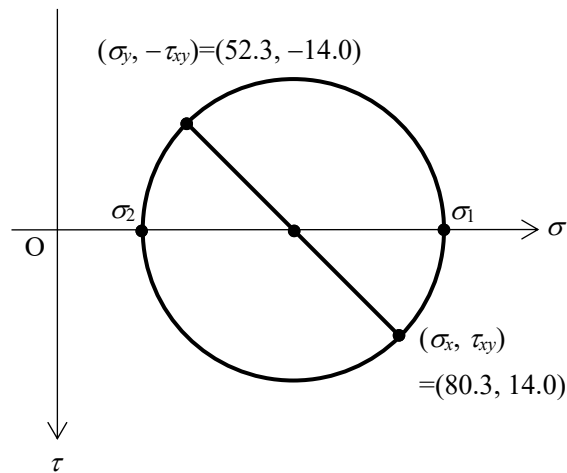

Fig. 2.5 モールの応力円.
(5)の結果を用いると, モールの応力円は図 2.5 のようになる.